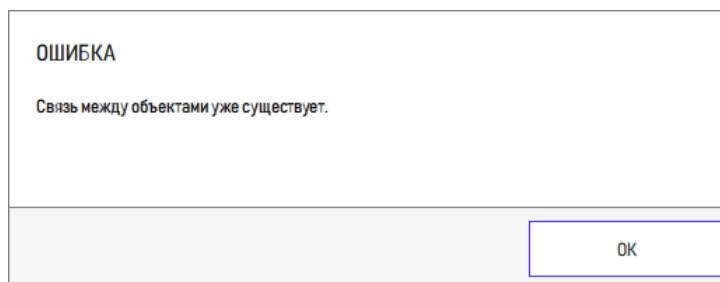

Рисунок 144 – Сообщение о существовании связи объектов
13) В случае если выбран объект, с которым связан объект, созданный ранее с аналогичным обозначением, то открывается информационное сообщение (рисунок 144).